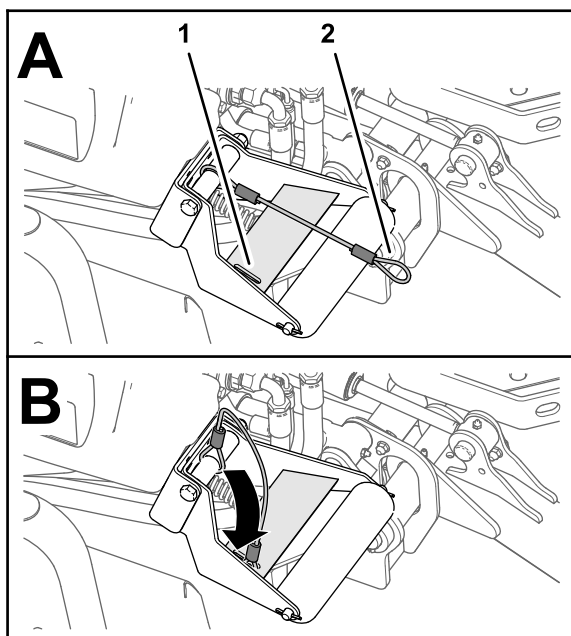

Рисунок 72
4. При опущенных режущих блоках вставьте петлю стропа в паз усиливающей пластины опоры валика (Рисунок 72).